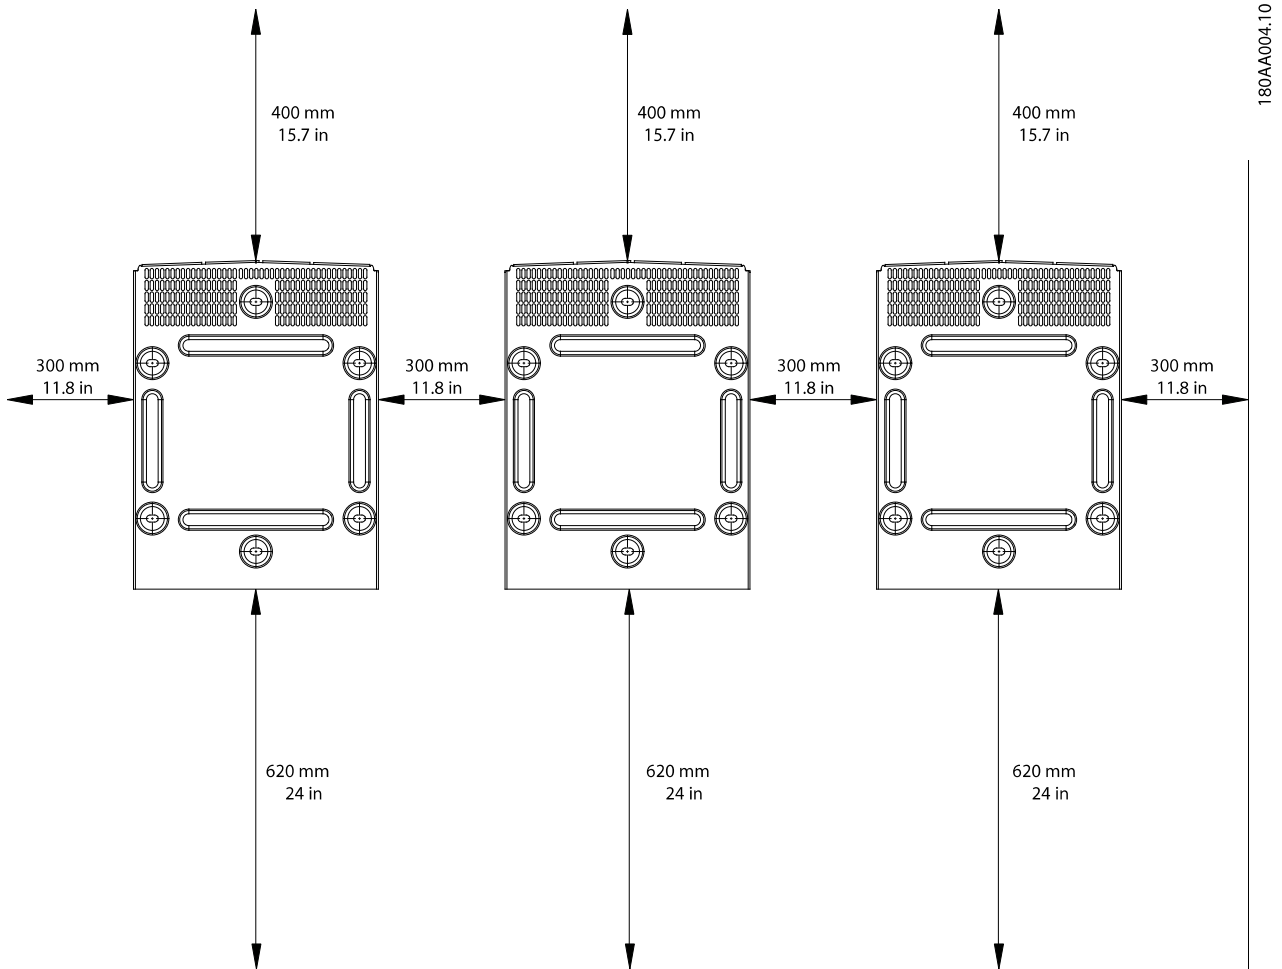

Ilustración 2.8 Espacios de seguridad
- Tenga en cuenta los espacios de seguridad cuando instale uno o más inversores, para garantizar un flujo de aire adecuado. Los espacios libres se especifican en la *Ilustración 2.8* y en la etiqueta de la placa de montaje.